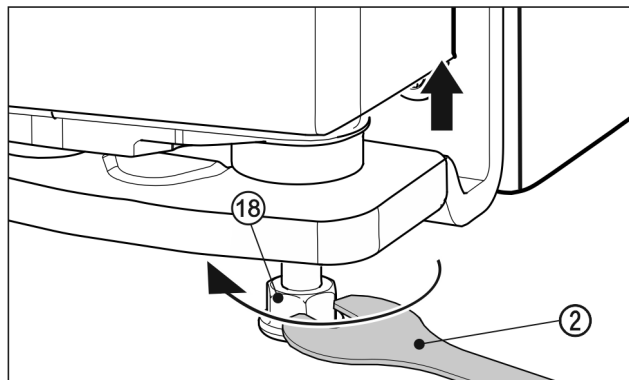

Fig. 25
- Per sollevare la porta svitare il piedino di regolazione Fig. 25 (18) con la chiave fissa in dotazione Fig. 25 (2) ruotando verso destra fino al contatto con il pavimento. In seguito continuare a ruotare fino a quando la porta è regolata in altezza. Allo stato della consegna il perno di supporto è completamente avvitato.